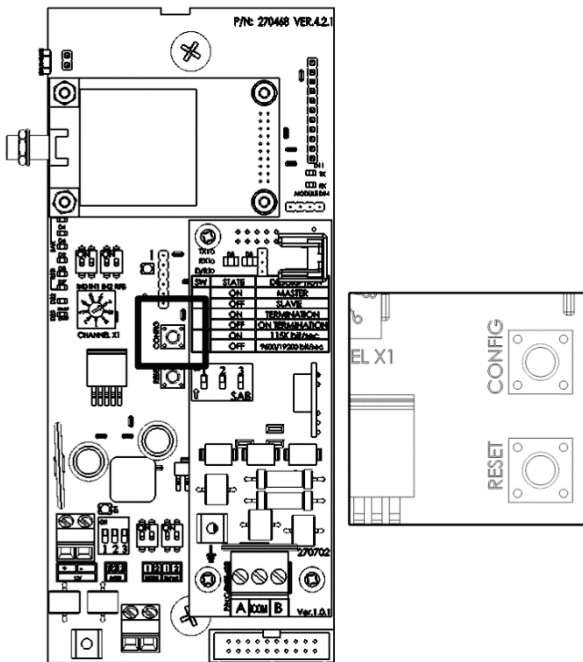

Figura 21: Botón de configuración
4. Presione Configure (Configurar) durante cinco segundos (Figura 21). Esto genera una señal de prueba.